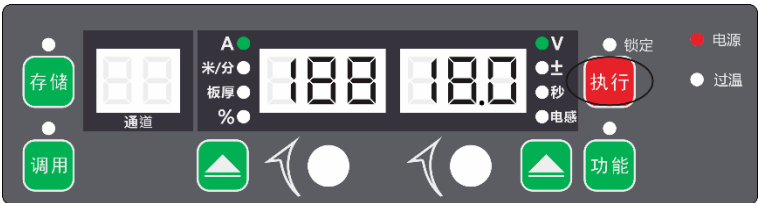

图3-25 非锁定界面
2. 长按“**执行**”键，锁定指示灯熄灭，退出普通锁定，恢复到非锁定状态，如图 3-25 所示。